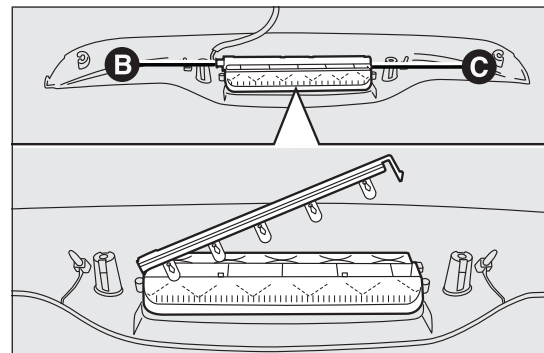

fig. 136
- débrancher le connecteur électrique B fig. 136 ;
- appuyer sur le dispositif de retenue C fig. 136 et ouvrir la douille ;